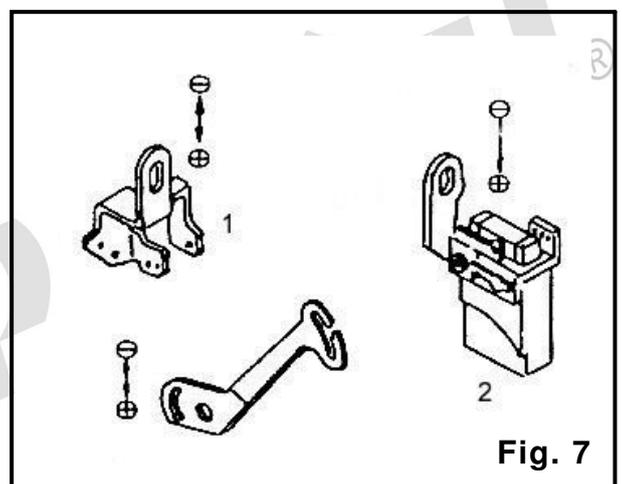

Fig. 7
3. Controle do fio do looper Fig.7